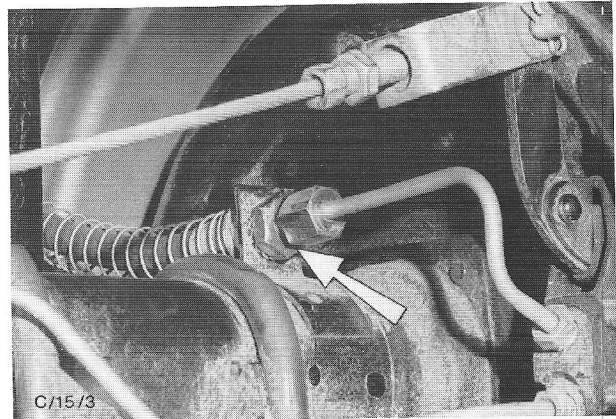

Fig.15 Verbinding remslang-remleiding.
4. Maak de remslang los van de remleiding en sluit de opening af om te voorkomen dat de remvloeistof wegloopt (fig.15).